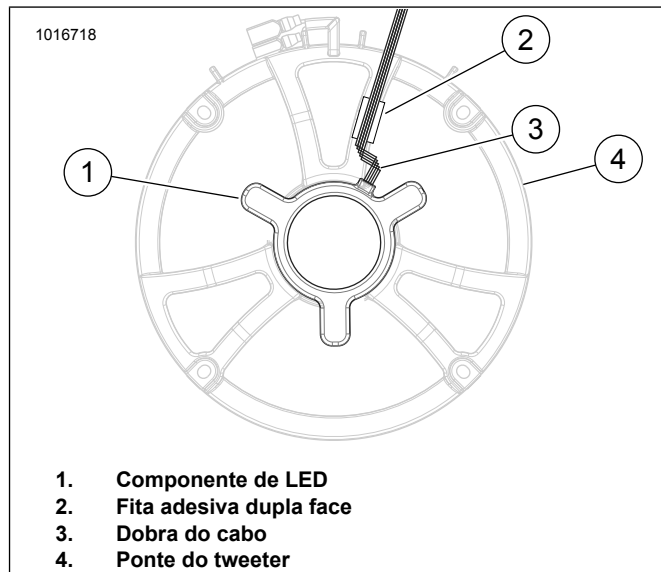

Figura 3. Orientação dos cabos, modelos com carenagem montada no quadro
6. Veja a figura 3. Passe o cabo e dobre (3) na perna da ponte do tweeter (4). Usando a fita adesiva fornecida no kit, corte no comprimento e fixe o cabo na ponte do tweeter.